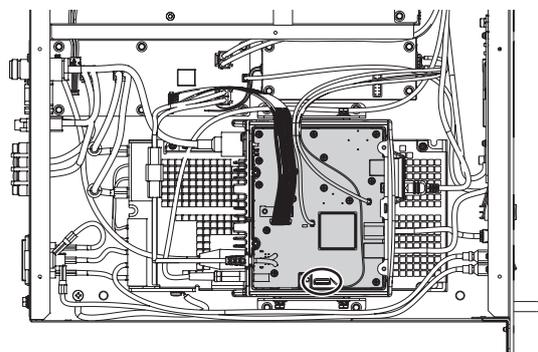

図 3
5. 図 3 で示すコネクタに FVS-2 を取り付けます。